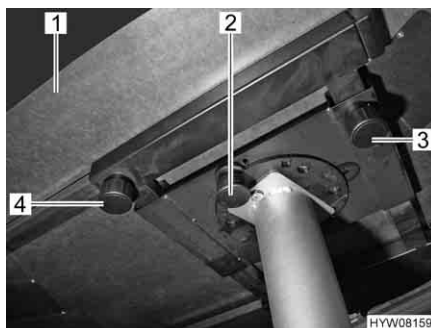

Fig. 58 Tavolo fisso con piede del tavolo ancorato
- Svitare la vite a testa cilindrica zigrinata (Fig. 58,4).
- Spingere il piano del tavolo (Fig. 58,1) nella posizione desiderata.
- Svitare la vite a testa cilindrica zigrinata (Fig. 58,3).
- Premere il tasto (Fig. 58,2) del bloccaggio.
- Ruotare il piano del tavolo (Fig. 58,1) nella posizione desiderata.